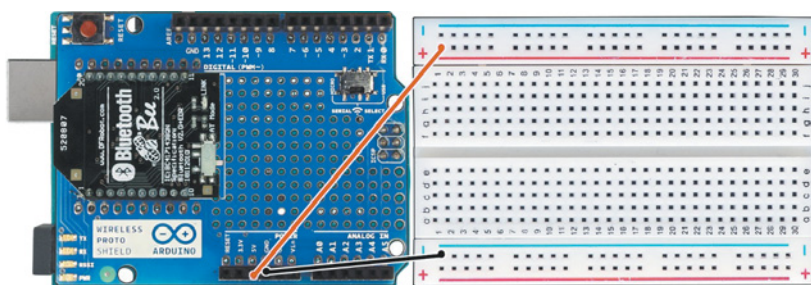

Рис. 5.24. Подача питания на макетную плату
с красной линией) на макетной плате с контактом 5V на плате Wireless Proto Shield. Учитывая будущие подключения, удобнее задействовать шину, расположенную наверху макетной платы (рис. 5.24).
4. Подключение земли к макетной плате. Соедините черным проводом любой контакт на шине земли «-» (рядом с синей линией) на макетной плате с контактом GND на плате Wireless Proto Shield. Теперь удобнее использовать шину, расположенную внизу макетной платы (см. рис. 5.24).